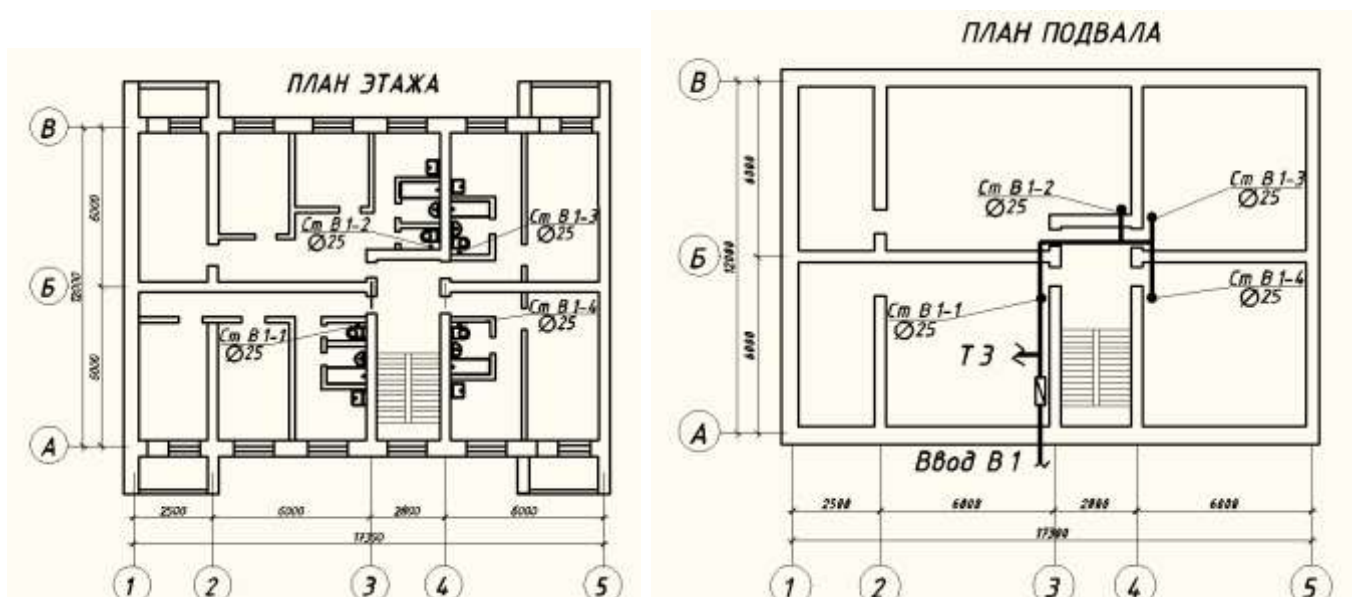

Рисунок 7.1 – План первого этажа, план подвала
1 Замоделировать систему внутреннего водопровода в программе Renga. План этажа см. рис.7.1
На плане этажа здания намечаются точками места размещения водопроводных стояков. Все стояки должны быть пронумерованы (Ст В1- 1, Ст В1-2 и т.д.)(см. рис.7.1).
4. Все стояки на плане этажа переносятся на план подвала, подписываются, а затем наносится магистраль, соединяющая стояки (см. рис. 7.1). Магистральная линия подписывается — В
На аксонометрической схеме показывают (см. рис. 7.1):